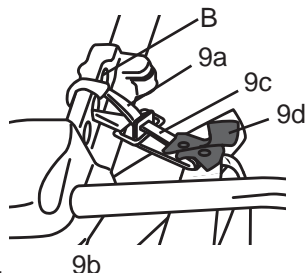

Fig.11
- > Accrochez le mousqueton [9a] à celle des trois boucles [B] qui convient le mieux à votre taille (Fig.11).